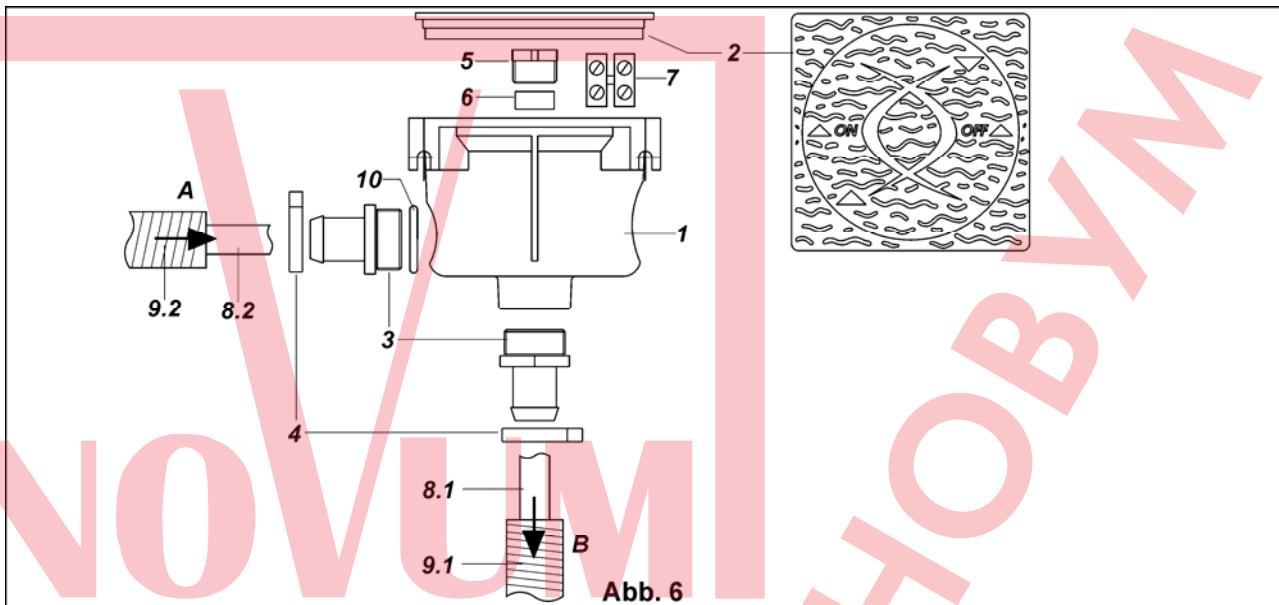

Abb. 6
- Для подсоединения кабеля (8.1) к распределительной коробке, возьмите нипель(3) шланга, входящий в комплект поставки и хомут шланга (4) из распределительной коробки и укрепите нипель на нижней стороне распределительной коробки (1)
- После того как соединительный кабель с помощью нипеля просунут в розетке, тогда защитный шланг (9.1) также как и на корпусе фонаря крепиться с помощью нипеля и хомутика (4) (Рис.6)